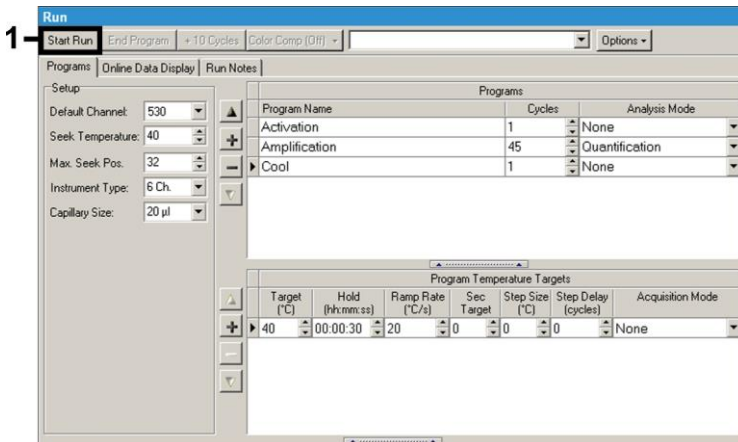

Fig. 9: Comienzo del ensayo de PCR.
- Para empezar el ensayo de PCR, seleccione la opción *Run* y active la función *Start Run* (véase la Fig. 9). El programa de PCR empezará tras haber especificado donde se guardarán los datos.